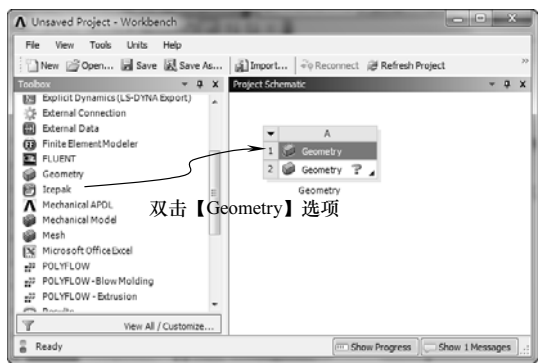

图 12-58 创建分析项目 A
3) 双击【Toolbox (工具箱)】中【Component Systems】下的【Geometry】选项，即可在【Project Schematic (项目管理区)】创建分析项目 A，如图 12-58 所示。